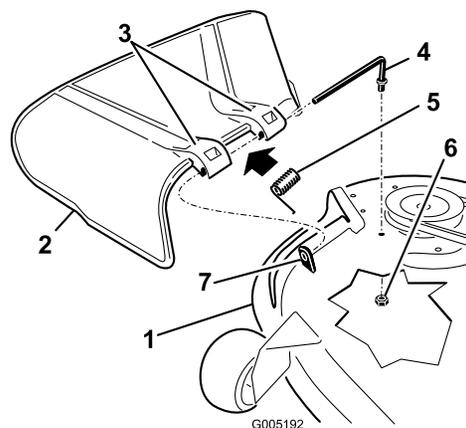

Figure 48
- Repérez les éléments illustrés (Figure 48).
- Retirez l'écrou (3/8 pouce) de la tige, sous le plateau de coupe (Figure 48).
3. Sortez la tige de la courte cheville de positionnement, du ressort et du déflecteur d'herbe (Figure 48). Enlevez le déflecteur s'il est endommagé ou usé.
4. Remettez en place le déflecteur d'herbe (Figure 48)
6. Placez le ressort sur la tige, les fils d'extrémité dirigés vers le bas, entre les supports du déflecteur d'herbe. Insérez la tige dans le deuxième support du déflecteur d'herbe (Figure 48).
7. Insérez la tige à l'avant du déflecteur dans la courte cheville de positionnement sur le plateau. Fixez l'extrémité arrière de la tige dans le plateau de coupe à l'aide d'un écrou (3/8 pouce) (Figure 48).